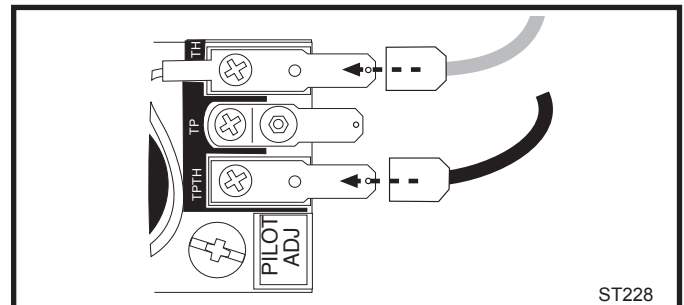

Fig. 56 Raccordez les fils aux bornes du distributeur.
3. Fixez les fils aux terminaux du distributeur. (Fig. 56)